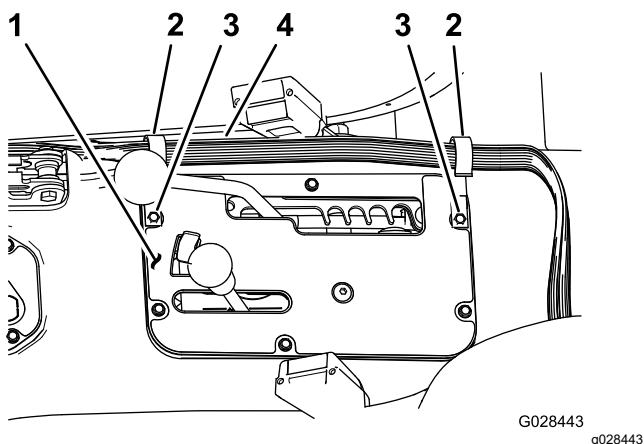

Figura 21
1. Instalati 2 cleme J în consola de comandă, la punctele situate în Figura 20 sau Figura 21, folosind uruburile existente.